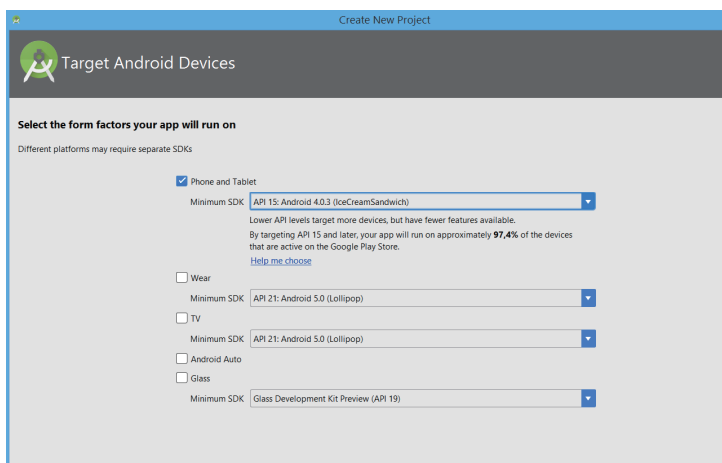

图 2-28 选择设备类型和安卓平台
- 选择 App 运行的类型参数：选择项目呈现的设备平台，一般为手机和平板电脑，你还可以在此处选择各种安卓版本。我建议你选择安卓 4.0.3（IceCream-Sandwich），因为它可以与尽可能多的设备兼容（如图 2-28 所示）。接着选择“下一步”。